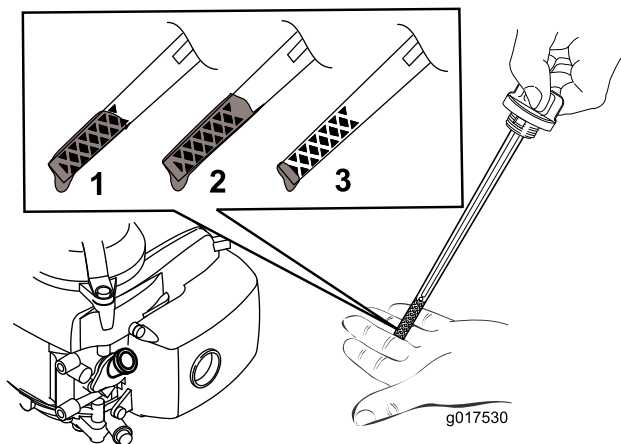

Figure 5
2. Retirez la jauge (Figure 5).
Remarque: Versez de l'huile dans le carter moteur jusqu'à ce que la jauge indique le niveau correct, comme illustré à la Figure 5. Si vous remplissez excessivement le carter moteur, vidangez l'excédent d'huile comme expliqué à la section Vidange et remplacement de l'huile moteur.